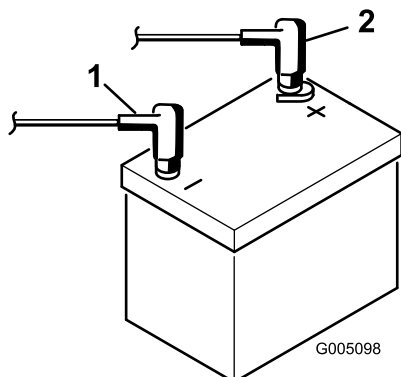

Figura 6
2. Dal solenoide del motorino di avviamento, collegate il cavo positivo (rosso) della batteria al polo positivo (+) della batteria (Figura 6). Fissatelo con una chiave e spalmate il morsetto con vaselina. Verificate che il cavo non tocchi il sedile in posizione più arretrata, per evitare danni o usura del cavo.